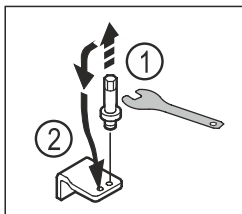

Fig. 14
- ▶ S ključem z zunanjim šestkotnikom velikosti 5 odvijte sornik spodnjega ležajnega podstavka. Fig. 14 (1)
- ▶ Sornik vstavite na nasprotni strani. Fig. 14 (2)